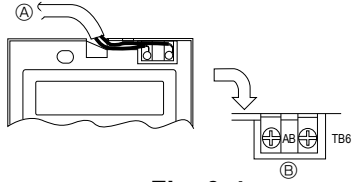

Fig. 6-4
2) Bağlantı işlemleri (Fig. 6-4)
① Uzaktan kumanda kablosunu terminal blokuna bağlayın.